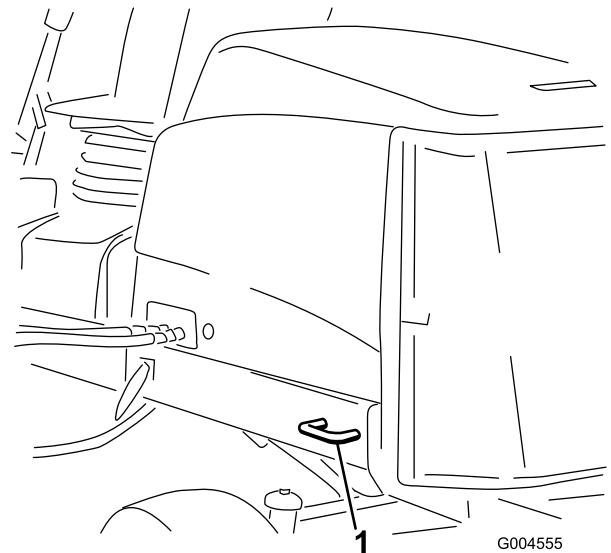

Figure 56
- Arrière – de chaque côté de la machine sur le cadre arrière (Figure 56).